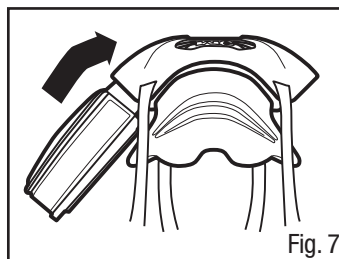

Fig. 7
3. Si la cartouche ne « clique » pas lorsqu'elle est insérée, cela peut être dû à l'angle d'insertion. Lever légèrement la cartouche jusqu'à ce que la cartouche s'enclenche (Fig. 7).